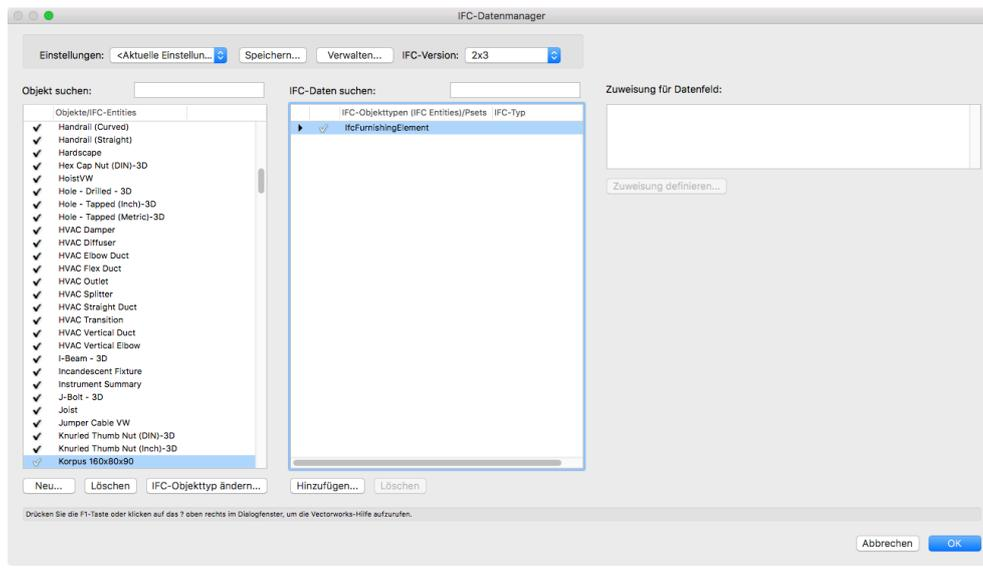

BILD 17
3. Klicken Sie nach dem Zuweisen des entsprechenden IFC-Objekttyps auf **OK**. Der gewählte IFC-Objekttyp wird im mittleren Bereich des Dialogfensters angezeigt (BILD 17). Dieser Objekttyp ist jetzt der Vorgabe-IFC-Objekttyp für alle Symbole oder Objekte mit Namen, der zur Objektliste hinzugefügt wurde.